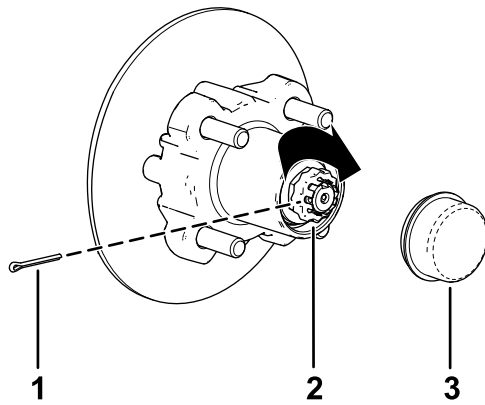

Figura 37
8. Coloque el retén sobre la tuerca y compruebe la alineación de la ranura del retén y el taladro de la chaveta del eje (Figura 37).